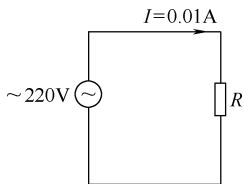

图 1-9 电阻器选用示例
(1) 选择要求 在图 1-9 中，要求通过电阻器 R 的电流 $I=0.01\text{A}$ ，请选择合适的电阻器来满足电路实际要求。
(2) 选择过程 电阻器的选用过程如下：
综上所述，为了让图 1-9 所示电路中电阻器能正常工作并满足要求，应选择阻值为 $22\text{k}\Omega$ 、偏差为 $\pm 5\%$ 、额定功率为 5W 的电阻器。
在图 1-9 中，如果无法找到 $22\text{k}\Omega$ 、 5W 的电阻器，可用两个 $44\text{k}\Omega$ 的电阻器并联来充当 $22\text{k}\Omega$ 的电阻器，由于这两个电阻器阻值相同，并联在电路中消耗功率也相同，单个电阻器在电路中承受功率 $P = U^2/R = 220^2/44000 = 1.1\text{W}$ ，考虑两倍的余量，功率可选择 2.5W ，也就是说将两个 $44\text{k}\Omega$ 、 2.5W 的电阻器并联，可替代一个 $22\text{k}\Omega$ 、 5W 的电阻器。
如果采用两个 $11\text{k}\Omega$ 电阻器串联代替图 1-9 中的电阻器，两个阻值相同的电阻器串联在电路中，它们消耗功率相同，单个电阻器在电路中承受的功率 $P = (U/2)^2/R = 110^2/11000 = 1.1\text{W}$ ，考虑两倍的余量，功率选择 2.5W ，也就是说将两个 $11\text{k}\Omega$ 、 2.5W 的电阻器串联，同样可替代一个 $22\text{k}\Omega$ 、 5W 的电阻器。